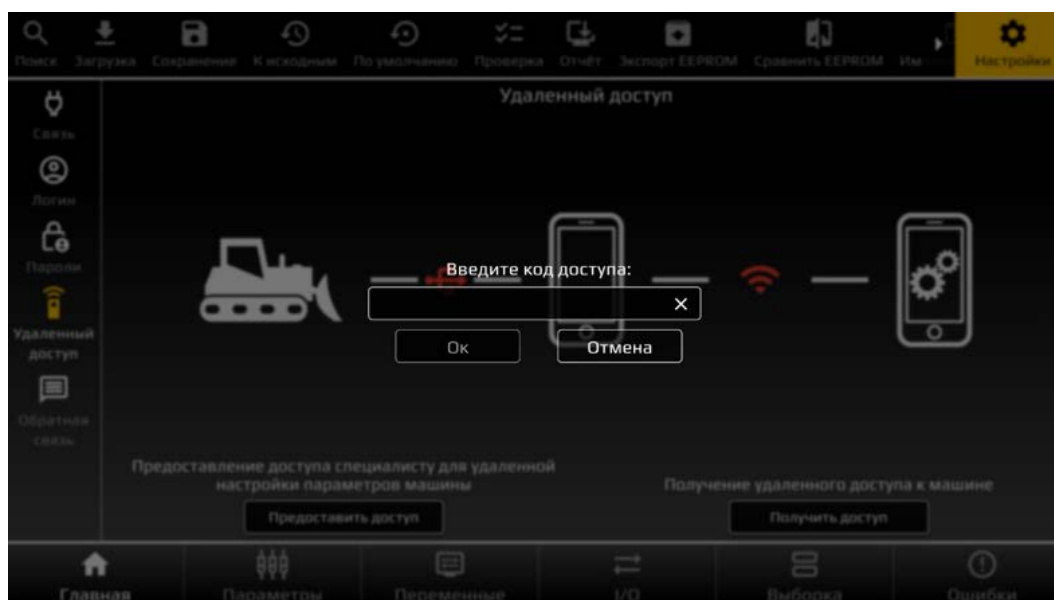

Рисунок 18. Удаленное подключение сервисного специалиста
- ▶ в открывшемся окне ввести одноразовый код и нажать «Ок» (рис. 18);